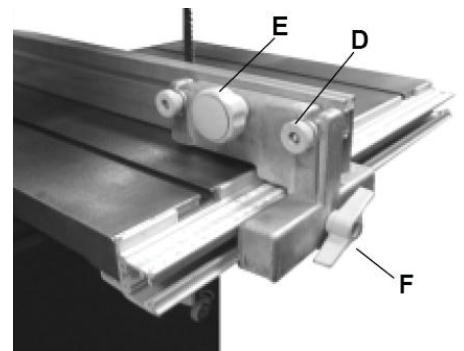

Рис. 7
- Двумя маленькими ручками и болтами M6x40 (D) прикрепите направляющую (С) к опоре направляющей (В), для регулировки и фиксации положения используйте большую ручку (Е), как показано на Рис. 7.
- Вертикальная и горизонтальная регулировка направляющей упора(С) производится двумя маленькими ручками (D) и большой центральной ручкой (Е) (Рис. 7).